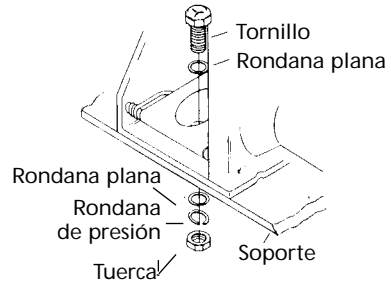

Figura 7
Perfore dos orificios de 7/16" (12 mm) de diámetro con las líneas centrales a exactamente 93.66 mm (3-11/16") de distancia (Figura 7) en el soporte elegido para el cabrestante. Sujete el cabrestante con los dos (2) tornillos de cabeza hexagonal de 3/8"-16 grado 5. Asegúrese que los herrajes sean ensamblados como se muestra. Apriete los herrajes con 35 lb. ft. de torsión.